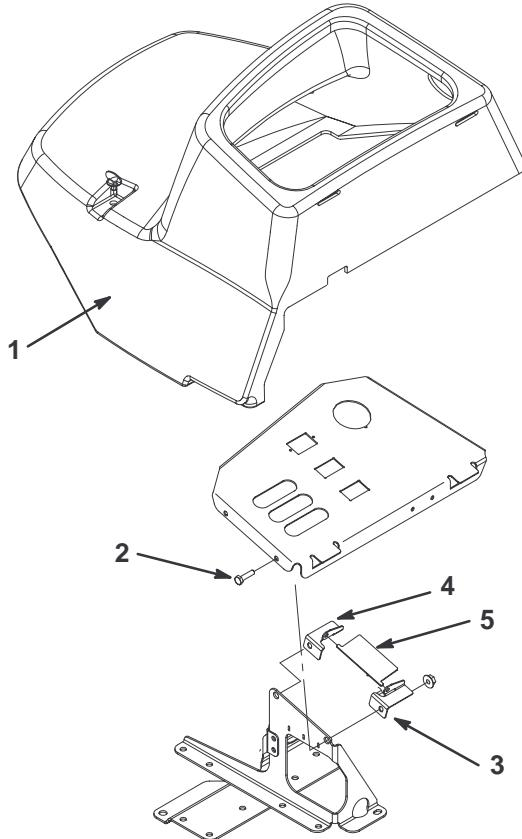

Figure 1
1. Tournez les verrous et déposez le couvercle du panneau de commande (Fig. 1).
2. Sous l'avant du panneau de commande, repérez l'extrémité des vis de fixation du panneau de commande au châssis (Fig. 1).
3. Insérez la patte du verrou gauche dans la fente du levier de relevage et la vis d'assemblage. Fixez sans serrer avec un écrou à collerette 1/4-20 (Fig. 1).
4. Insérez la patte du verrou droit dans la fente du levier de relevage et la vis d'assemblage. Fixez sans serrer avec un écrou à collerette 1/4-20 (Fig. 1).
5. En haut du panneau de commande, insérez chaque languette d'extrémité du verrou de relevage dans les trous des pattes de verrous (Fig. 1). Serrez les écrous à collerette.